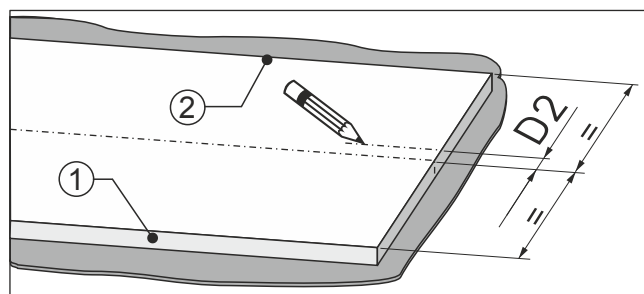

Fig. 96
- Misurare dal centro della parte frontale del mobile la quota Fig. 96 (D2) in direzione del lato della battuta della porta Fig. 96 (2).